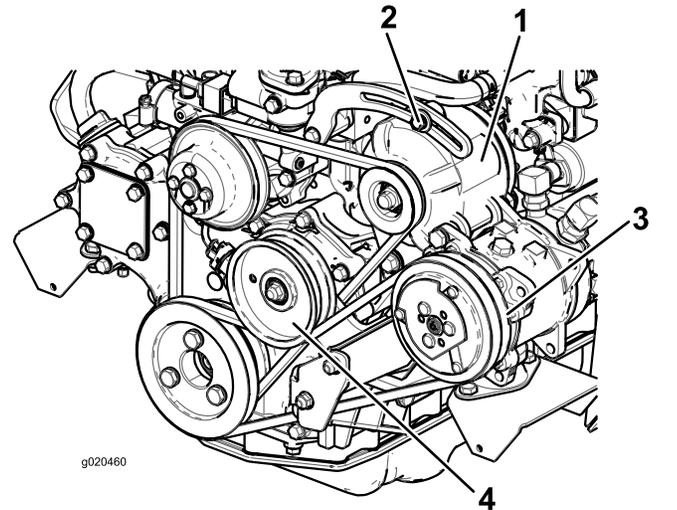

Figure 98
Si vous n'obtenez pas une flèche de 10 mm, desserrez les boulons de fixation de l'alternateur (Figure 98).
2. Si vous n'obtenez pas une flèche de 10 mm, desserrez le boulon de fixation de la poulie de tension (Figure 98).